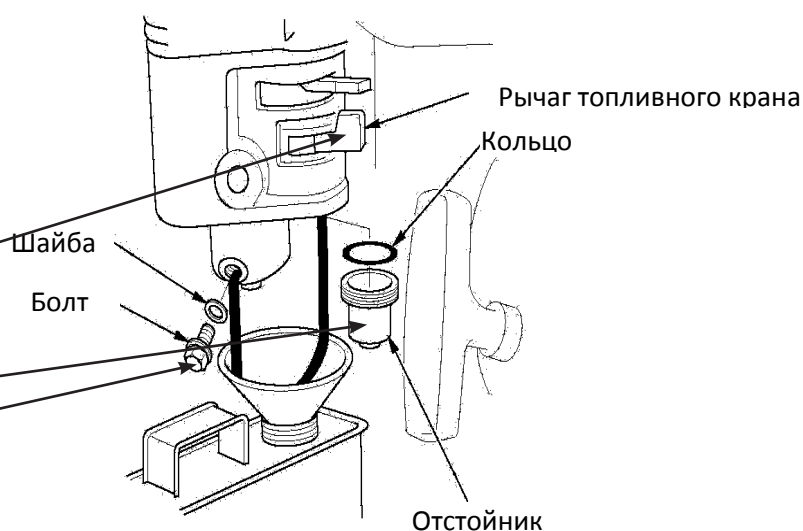

Рис.15
ОЧИСТКА ФИЛЬТРА-ОТСТОЙНИКА КАРБЮРАТОРА (Рис.15)
1. Установите топливный рычаг в положение Off (закрыто) Рис. 15